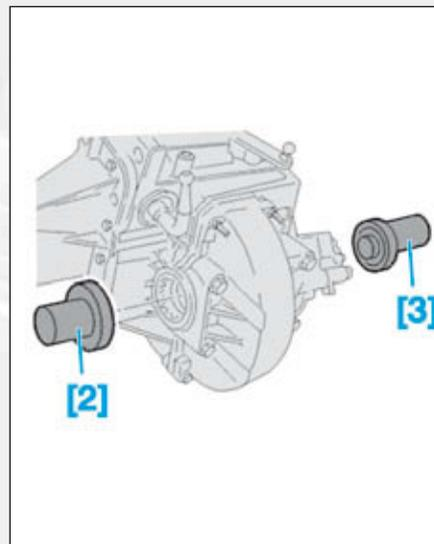

FIG.6
- Remplacer systématiquement les joints à lèvres avec les tampons de montage [2] et [3] (Fig.6).